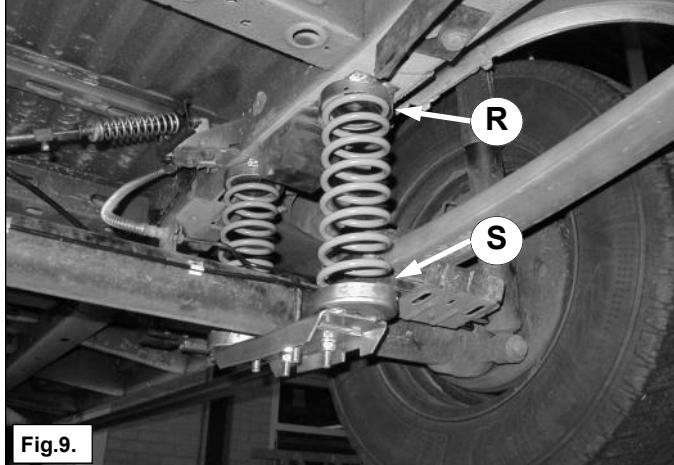

Fig.9.
- Hef de auto uit zijn veren. Plaats de rubbers R (boven) en S (onder) in de veerhouders en plaats de hulpveer C onder goed in het slot op rubber S en druk de hulpveer krachtig in en plaats hem boven op rubber R. Zie fig. 9.